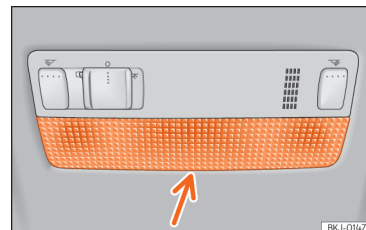

Fig. 174 Luz dianteira de leitura.
- Introduza uma chave de fendas fina, com a parte plana, entre a carcaça e o vidro »» **Fig. 174**.